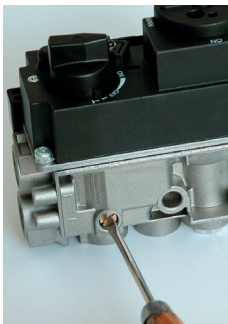

Abb. 13. Einstellen der Mindesthöhe der Flamme des Hauptbrenners
2. Die Mindesthöhe der Flamme des Hauptbrenners kann eingestellt werden, wenn die Stellschraube angezogen wird (Abb. 13). Fabrikmäßig ist die Stellschraube so eingestellt, um die maximale Flammenhöhe zu gewährleisten.